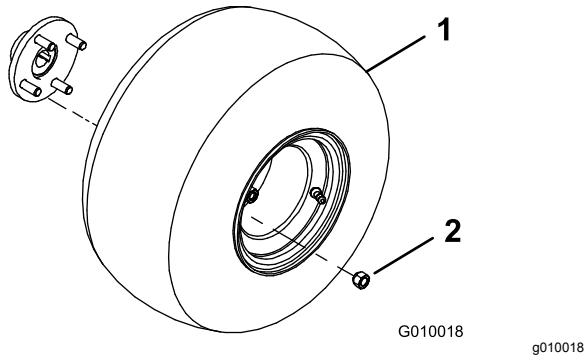

Figure 3
- Montez une roue sur chaque moyeu de roue arrière (Figure 3).
- Montez les écrous de roue (Figure 3) et serrez-les à un couple de 61 à 75 N·m.